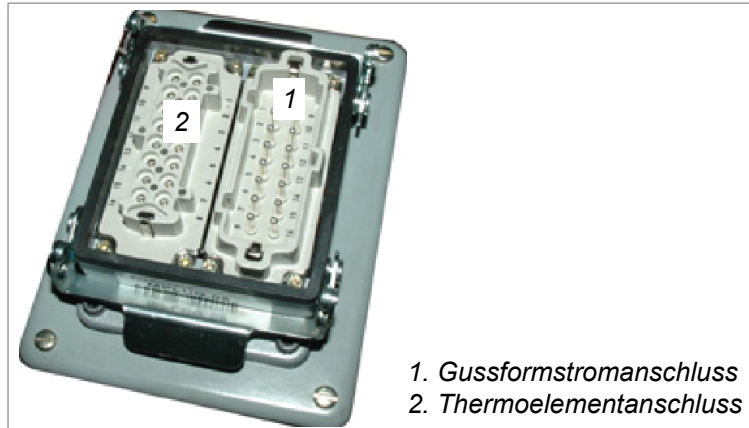

Abbildung 7-1 Gussformstopfen
1. Messen Sie den Widerstand zwischen jedem Paar Thermodrähte am Thermoelementanschluss der Gussform. Der Widerstand sollte zwischen 2,5 Ω und 25 Ω liegen. Siehe Abbildung 7-1.